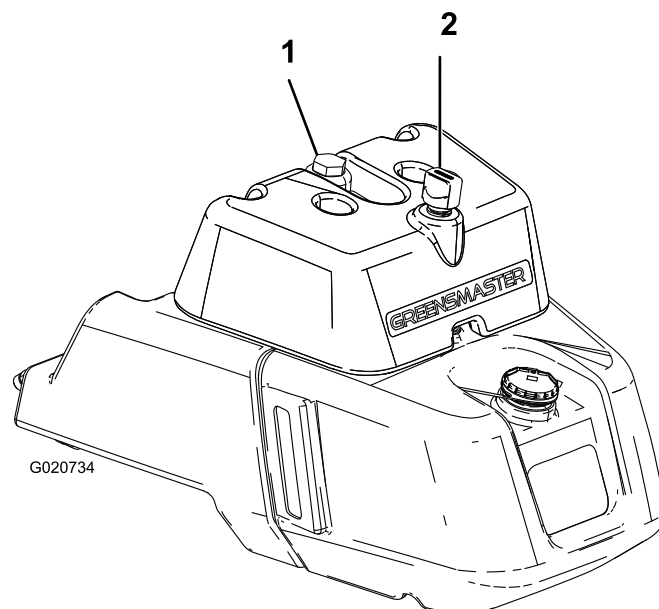

Рисунок 23
2. Снимите крышку с бака (Рисунок 23).